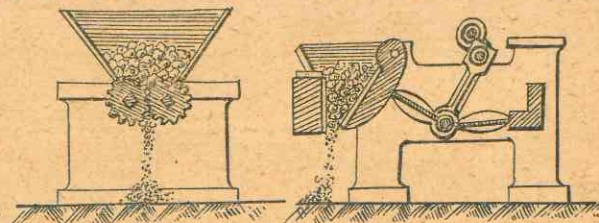

Fig. 321. - Trituración del mineral: I. Trituradora de cilindros II. Trituradora de mandíbulas.
a) **Trituración del mineral** (fig. 321). — Se efectúa por medio de una máquina trituradora (de cilindros o de mandíbulas) después de lo cual se somete el mineral al lavado.